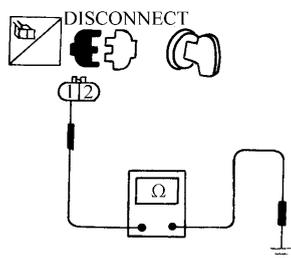

图 4-20 检查接地线路
2	检查接地线路 (1) 点火开关转至“OFF” (2) 检查端子①和发动机地线之间线束导通性(图 4-20)。正常应导通, 是否正常